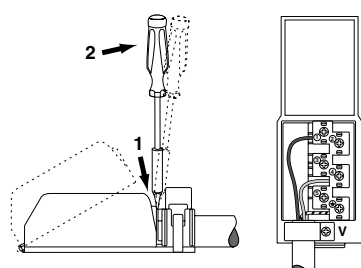

Abb. 11
- Schrauben Sie die Schraube der Kabelklemme „V“ sowie die der Kontakte aus. (Abb. 11)